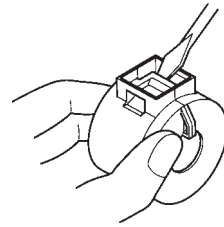

Fig. 3-1
- Il nucleo di ferrite è normalmente imballato aperto, come mostrato nella Fig. 3-2. Se il nucleo in ferrite non è aperto, usare un oggetto appuntito per aprire il blocco di plastica del nucleo di ferrite, come mostrato nella Fig. 3-1. Quando si apre, fare attenzione a non danneggiare il nucleo in ferrite o il blocco di plastica.